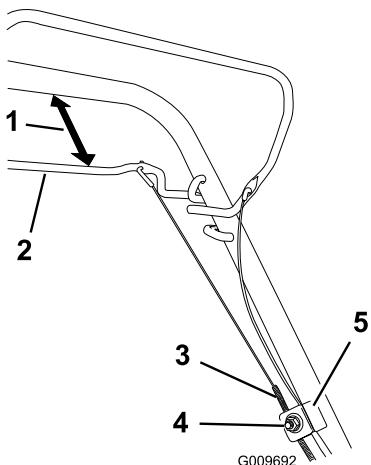

Figura 30
1. Desaperte porca de suporte do cabo (Figura 30).
2. Segure na alavanca autopropulsora a 25 a 38 mm do manípulo (Figura 30).
3. Puxe o invólucro do cabo (para máquina) até não haver folga no cabo (Figura 30).